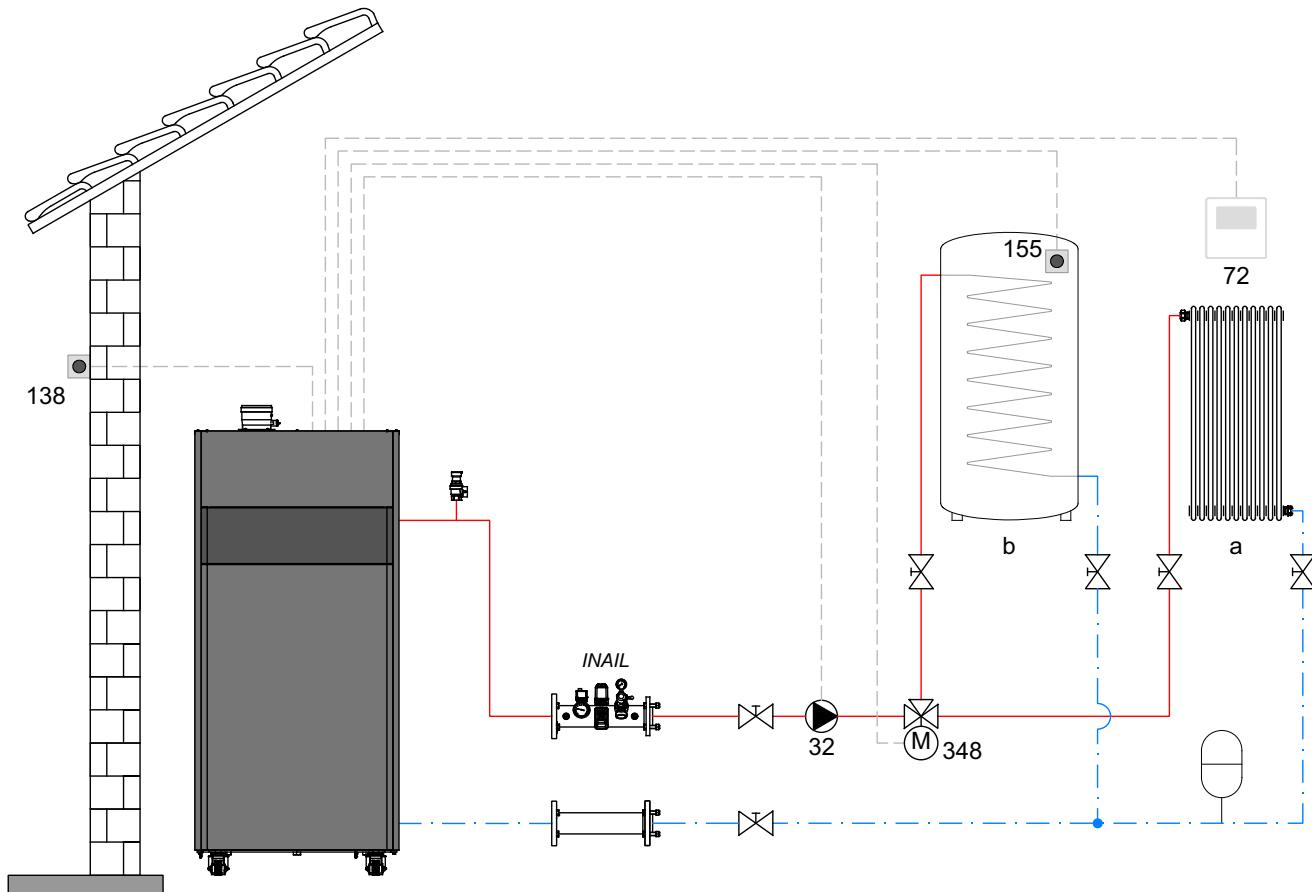
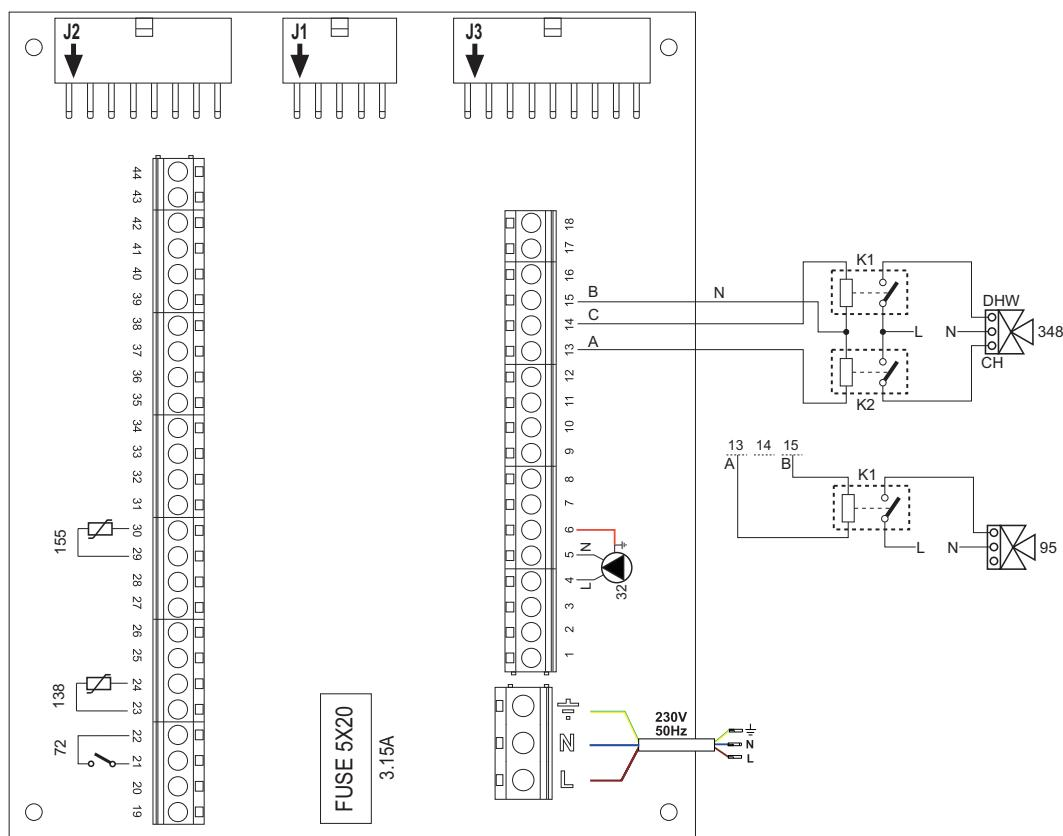

fig. 43
fig. 44
### Légende (fig. 43 et fig. 44)
**⚠ Pour éviter d'endommager la carte, il est recommandé d'utiliser des relais externes pour contrôler la vanne 3 voies, comme indiqué dans fig. 44.**